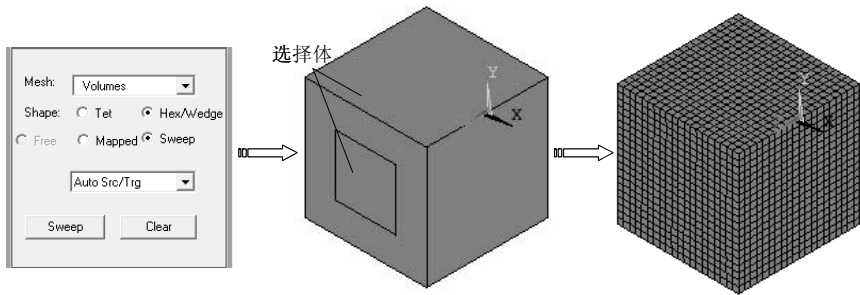

图 8-96 生成扫掠网格
4) 选择“Main Menu>Preprocessor>Meshing>Mesh Tool”命令，弹出“Mesh Tool”对话框，选择分网对象为“Volumes”，网格形状为“Hex/Wedge”，选择分网形式为“Sweep”，然后单击“Sweep”按钮，拾取所有体，单击“OK”按钮生成网格，如图 8-96 所示。